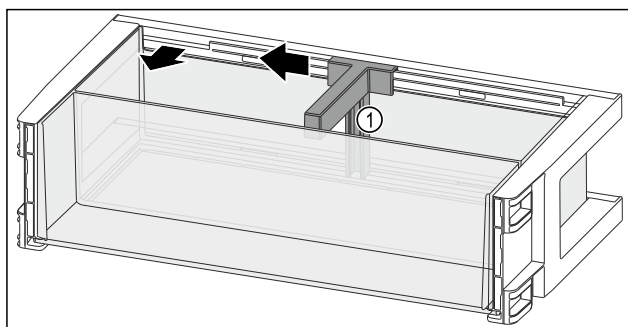

Fig. 90
- Flessenhouder Fig. 90 (1) tot aan de uitsparing opzij schuiven.
- Flessenhouder Fig. 90 (1) verwijderen.